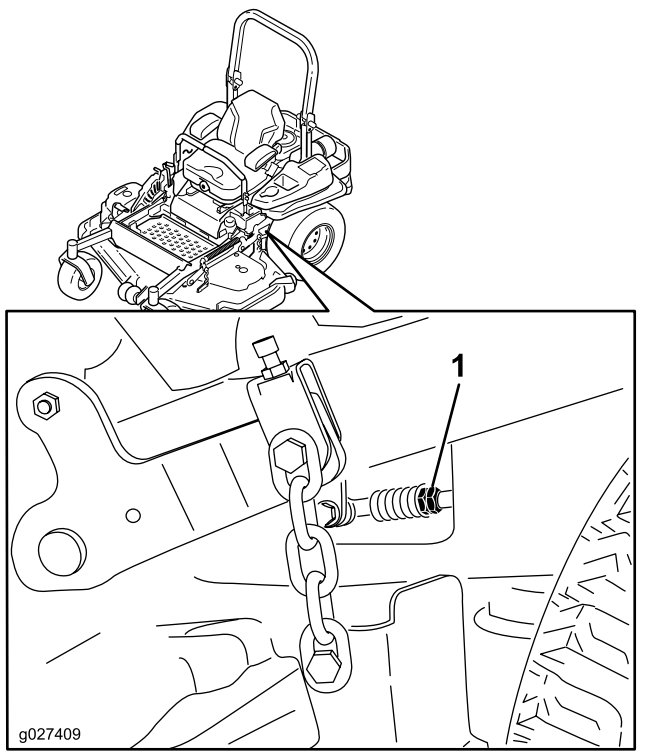

Figure 91
10. Réglez la longueur des tiges de pompes en tournant les doubles écrous dans le sens voulu jusqu'à ce que les roues tournent légèrement en marche arrière (Figure 91).